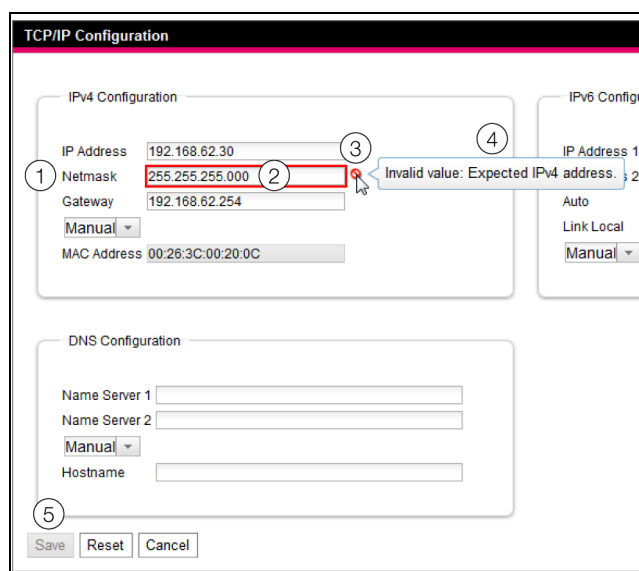

Fig. 21 : affichage d'une saisie erronée
- un « symbole d'interdiction » rouge (fig. 21, pos. 3) est affiché derrière la saisie erronée (fig. 21, pos. 2) dans le champ **Netmask** (fig. 21, pos. 1).
- une remarque avec des informations complémentaires sur le défaut est affichée en plaçant le curseur de la souris sur le symbole d'interdiction (fig. 21, pos. 4).
- le bouton de commande **Save** est désactivé (fig. 21, pos. 5) de telle manière que les valeurs saisies ne puissent pas être mémorisées.